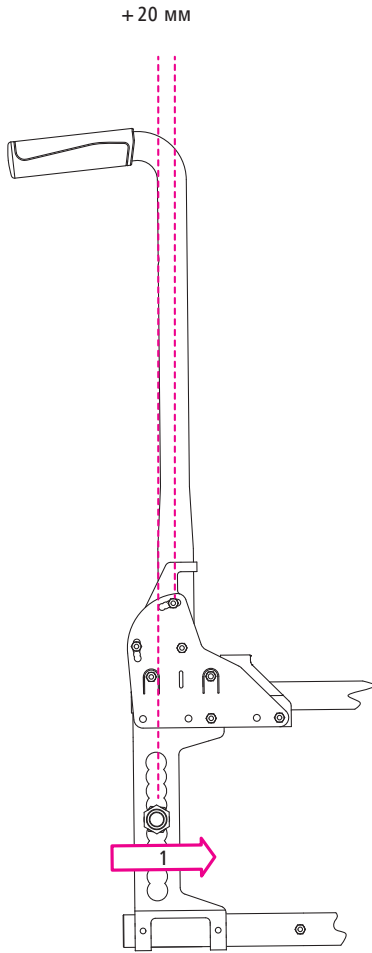

Рис.48
1. Щоб змінити положення заднього колеса, пластину для регулювання треба перемістити вперед або назад (1, рис. 48).